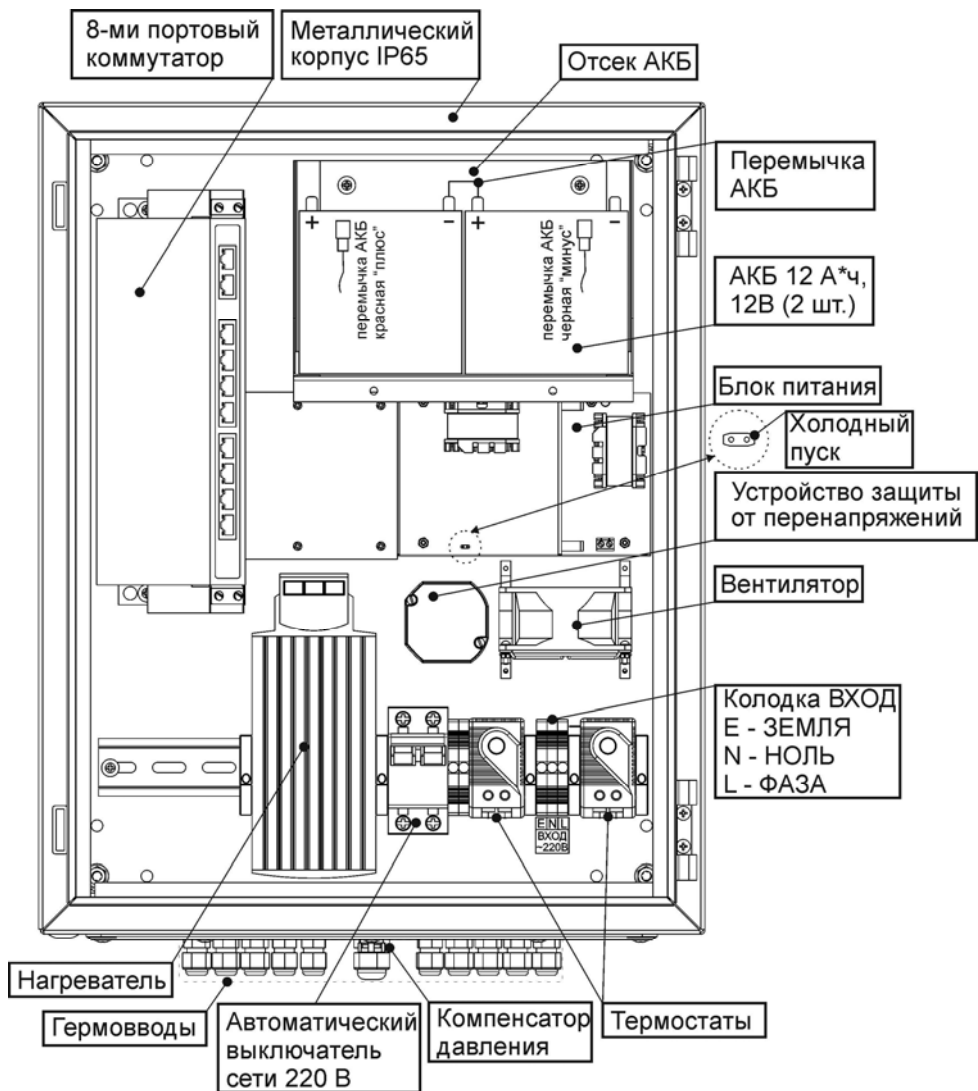

Рисунок 3 - вид изделия с открытой дверцей
- клеммной колодке ВХОД ~ 220В расположенной на DIN-рейке (см. рисунок 3).
- Провод заземления подключите к клемме E (ЗЕМЛЯ) на колодке «ВХОД» (см. рисунок 3);
- Подключите, соблюдая фазировку, к клеммам колодки «ВХОД» изделия сетевые провода N (НОЛЬ) и L(ФАЗА) (см. рисунок 3).
- Замкните контакты «Холодный пуск» (см. рисунок 3);